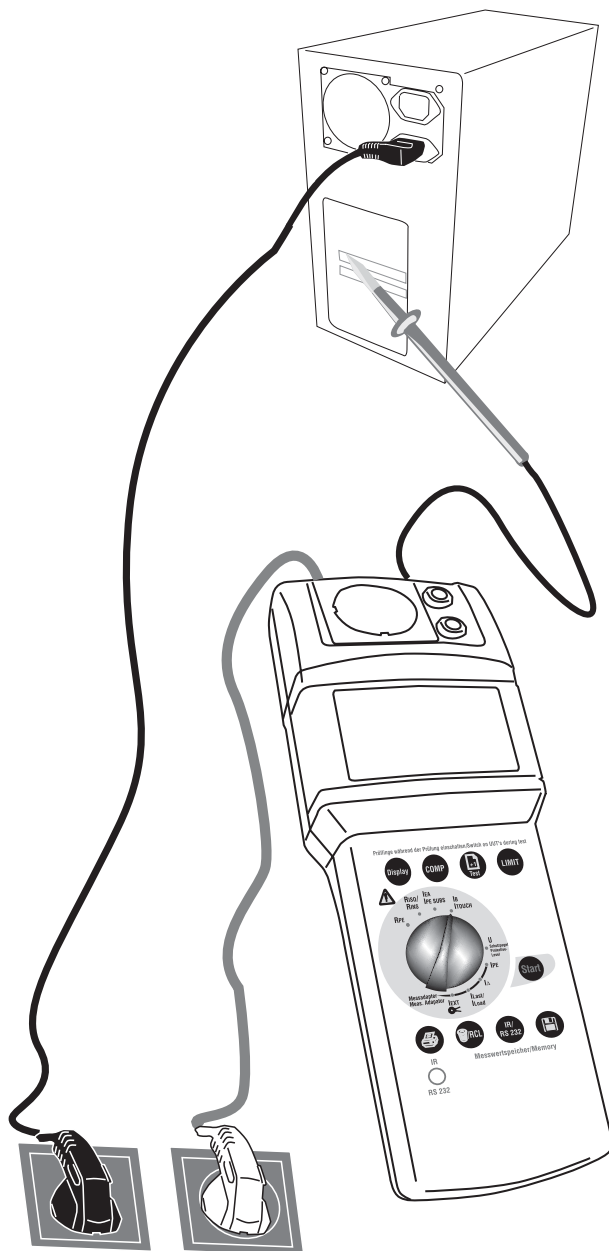

Bild 6.11: Messung des Berührungstromes
- 1) Stellen Sie den Drehschalter 'Messfunktion' (15) auf die Schalterstellung 'IB'.
- 2) Stellen Sie mittels der Taste LIMIT (7) den Grenzwert für den Berührungsstrom ein.
- 5) Verbinden Sie den Prüfanschluss 'Sonde' (2) mit berührbaren leitfähigen Gehäuseteilen des Prüflings entsprechend Bild 6.11.
- 6) Drücken Sie die Taste „Start“ (9). Das blinkende Symbol für die Messeinheit im Display signalisiert den aktuellen Messvorgang.
- 7) Lesen Sie den Messwert von der LC-Anzeige (6) ab. Das Symbol 'LIMIT' (21) zeigt bei eingeschalteter Grenzwertanzeige eine Überschreitung des Grenzwertes an.
- 10) Lesen Sie die Messwerte von der LC-Anzeige (6) ab. Als zu protokollierender Messwert gilt der höchste der gemessenen Werte.